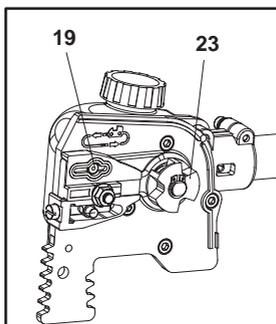

Fig. 62
1. La espada (14) y la cadena (15) se desmontan en el orden inverso del proceso de montaje.
2. Compruebe el puerto de lubricación (19) por si estuviera atascado, y límpielo si es necesario para garantizar una lubricación adecuada de la espada y la cadena durante el uso de la herramienta. Utilice un alambre blando lo suficientemente pequeño para poder insertarlo en el orificio de descarga de aceite (Fig. 62).